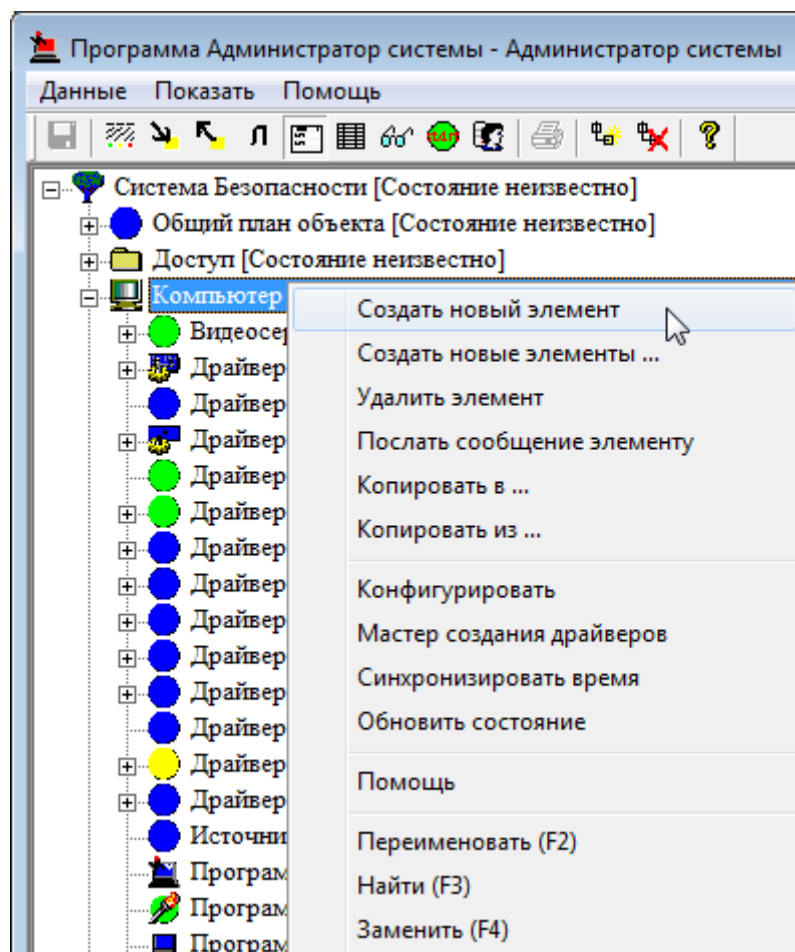

Рисунок 9.108 — Окно программы «Администратор системы»
5. Выделите элемент Компьютер, нажмите на правую кнопку мыши и выберите команду **Создать новый элемент** (рисунок 9.108).